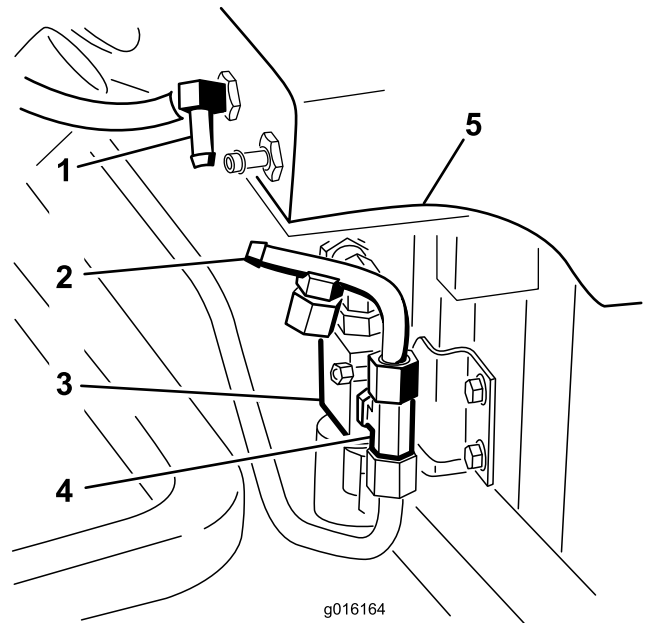

Figure 25
3. Placez la conduite hydraulique n° 4 sur le raccord en T monté sur le côté de la vanne (Figure 25).